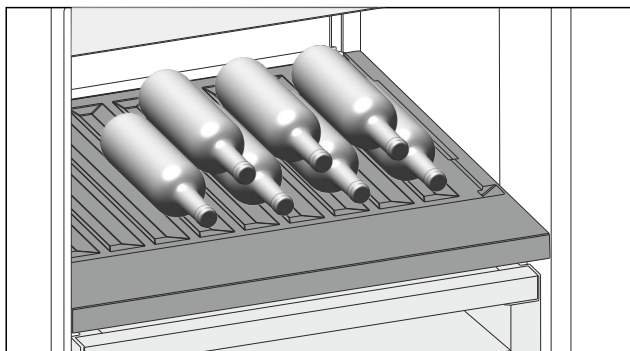

Fig. 142
- ▶ Wkładać butelki dnem ustawionym do tyłu, w kierunku ścianki tylnej. (patrz Fig. 142)